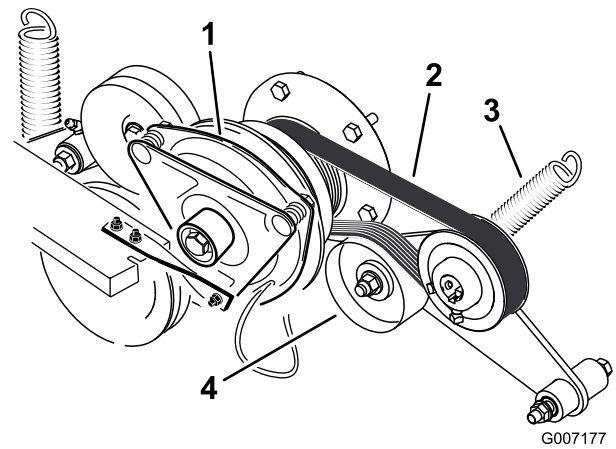

Bild 65
3. Entfernen Sie die Feder vom Spannarm (Bild 65).
4. Legen Sie einen neuen Riemen um die Motor- und Hydraulikpumpenscheiben (Bild 65).
6. Haken Sie die Feder wieder in den Spannarm ein (Bild 65).